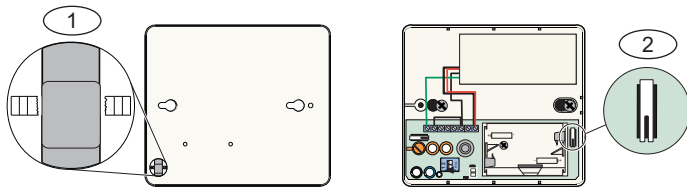

Bild 5.22 Abreiß- und Deckel-Sabotagekontakte
3. Halten Sie den Abreiß-Sabotagekontakt gedrückt. Siehe *Bild 5.22*.
4. Drücken Sie innerhalb von 10 Sekunden nach erneutem Einlegen der Batterien viermal kurz auf den Deckel-Sabotagekontakt. Siehe *Bild 5.22*. Der Melder geht in den HFSS-Modus über.